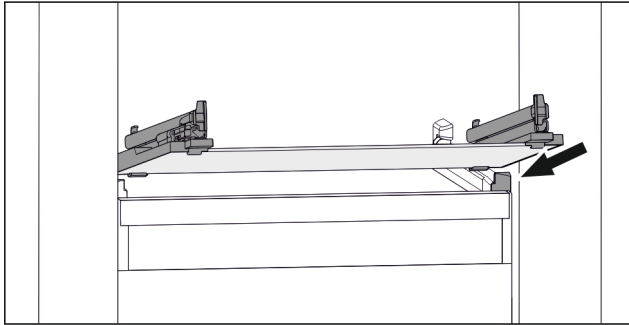

Fig. 154 Representación de la placa de vidrio a modo de ejemplo
- ▶ Coloque la placa de vidrio inclinada detrás de los topes. (consulte Fig. 154)